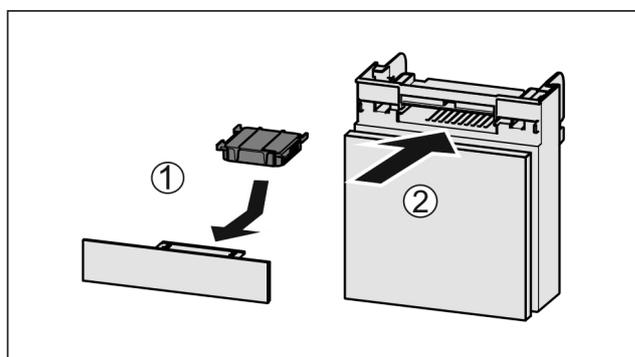

Fig. 44
- Insérer le filtre à charbon actif d'après le schéma Fig. 44 (1).
- Insérer le compartiment Fig. 44 (2).